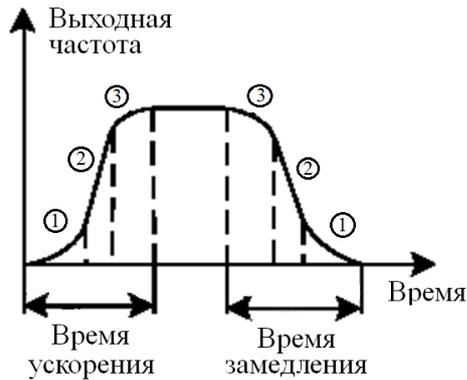

Рис. 6-4 Ускорения/замедление на S-кривой
Начальная стадия S-кривой показана на рис. 6-4 как «①», где выходная частота увеличивается с 0;
Стадия подъема S-кривой изображена на рис.6-4 как «②», выходная частота постоянная;
Конечная стадия S-кривой показана на рис. 6-4 как «③», где выходная частота уменьшается до 0.